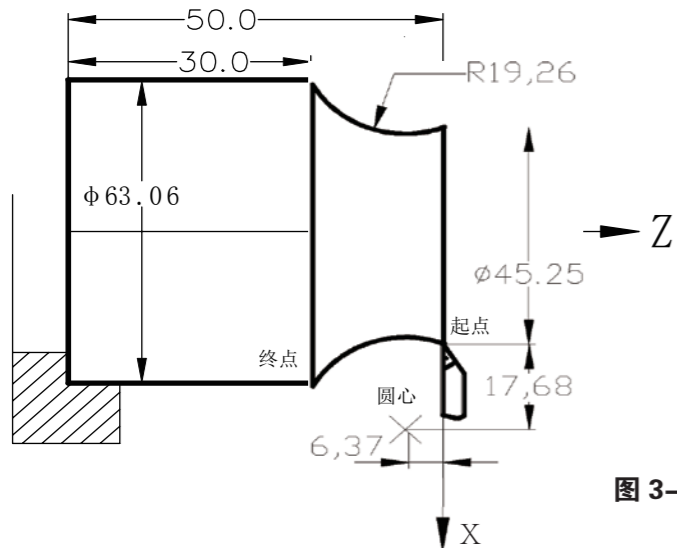

图 3-8
- 示例：从直径 $\Phi 45.25$ 切削到 $\Phi 63.06$ 的圆弧程序代码，图 3-8